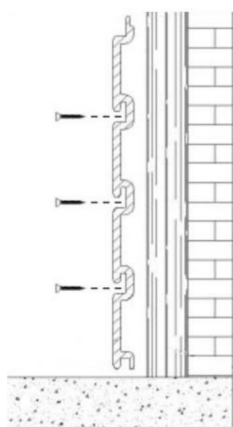
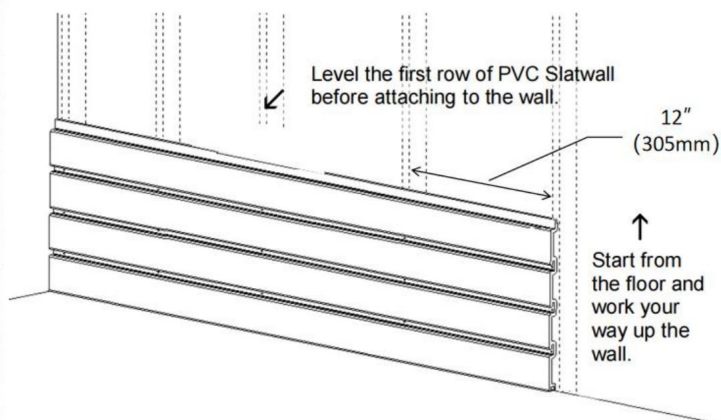

Figure 2
Figure 3
2. Il est recommandé d'installer les bandes de bois sur le mur à des intervalles de 12" (305 mm). Installez ensuite les vis dans les fentes des panneaux muraux, comme indiqué sur la Figure 2 et la Figure 3. Assurez -vous de mettre à niveau le panneau mural à lattes avant de le visser dans les montants en bois. Vissez le panneau mural à lattes, le couple de serrage de la perceuse électrique est recommandé de 18-38 NM.